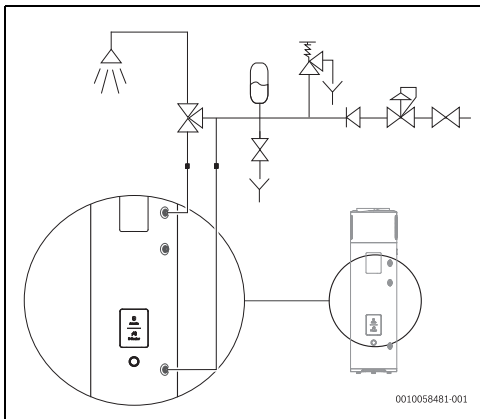

Fig. 14 Ligações de alimentação da água
É obrigatório que o instalador do sistema instale uma válvula de segurança de 8 bar no tubo de alimentação de água fria (Fig. 14).
O escoamento, ligado à válvula de segurança, deve ser instalado numa inclinação descendente. Deve também ser instalado num local onde esteja protegido contra a formação de gelo (Fig. 14).
Nunca feche a válvula de corte de água durante o funcionamento. (→fig. 14, pág. 124).
- ▶ Instalar um vaso de expansão¹⁾ (→ fig. 14) para evitar que a abertura da válvula de segurança seja tão frequente.